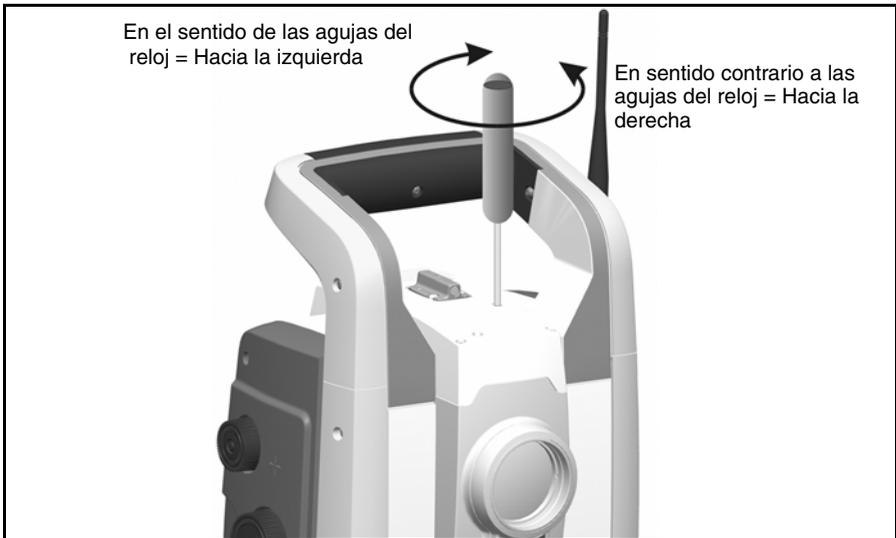

Figura 4.35 Ajuste de la posición horizontal
3. Para corregir la posición horizontal del punto láser, inserte la llave allen en el puerto de ajuste horizontal y gírela, según se muestra en la Figura 4.35.